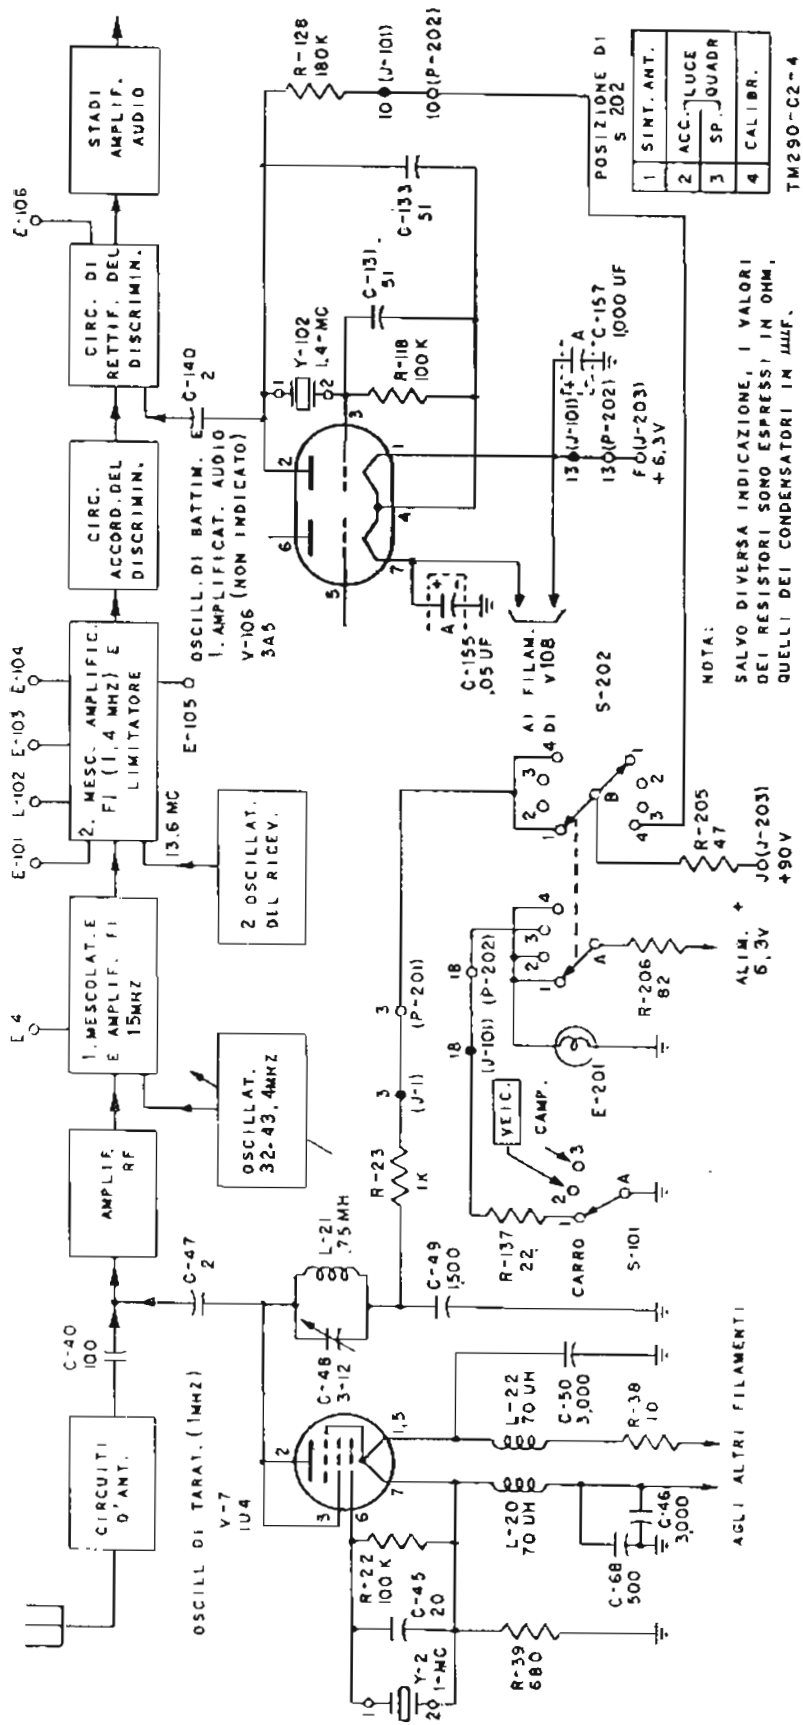

Fig. 30 - Schema dell'Oscillatore di taratura e dell'Oscillatore di battimento del Rice-Trasmittitore RT-70A/GRC.
Nel Ricetrasmittitore RT-70A/GRC, il resistore di griglia R118 ed il suo condensatore di fuga C131, sono connessi al filamento al piedino 4 (fig. 30).
a. Il circuito d'illuminazione del quadrante è connesso in parallelo a quello di alimentazione dei filamenti, attraverso i contatti del commutatore S202 posto sul pannello frontale, quando esso si trova in una delle tre posizioni: SINT. ANT.; LUCE QUADR. - ACCESA; CALIBR. (fig. 30). Per ciascuna di tali posizioni del commutatore, il circuito va dal terminale F di J203 alla massa, attraverso il resistore di caduta R206, i contatti 1, 2 o 4 del commutatore S202 e la lampadina E201.